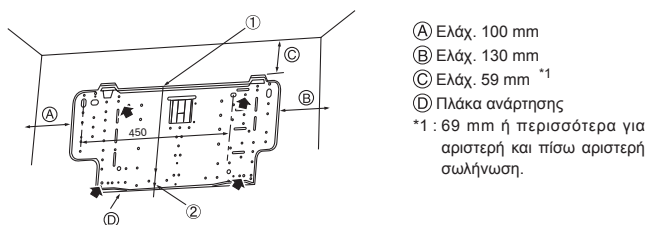

Fig. 3-3
- ▶ Το εξάρτημα της βάσης για τη στήριξη της μονάδας πρέπει να στερεώνεται στα δύο άκρα όσο στο κέντρο. Ποτέ μη το στερεώνεται σε ένα μόνο σημείο ή με ασύμμετρο τρόπο. (Εάν είναι δυνατό, στερεώστε το εξάρτημα σε όλες τις θέσεις που δείχνονται με τα έντονα βέλη.) (Fig. 3-3)